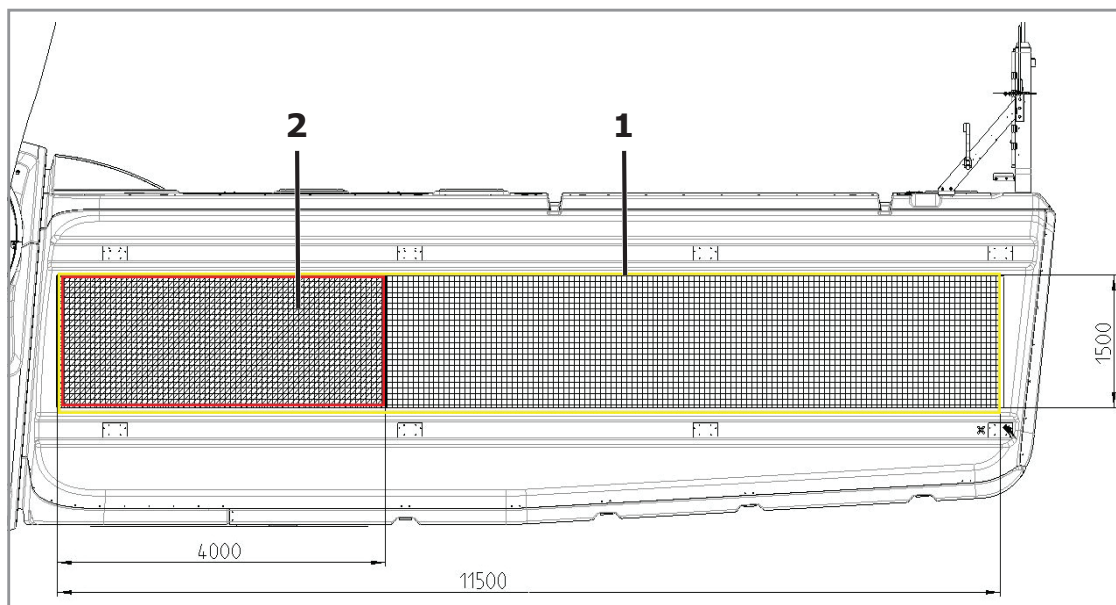
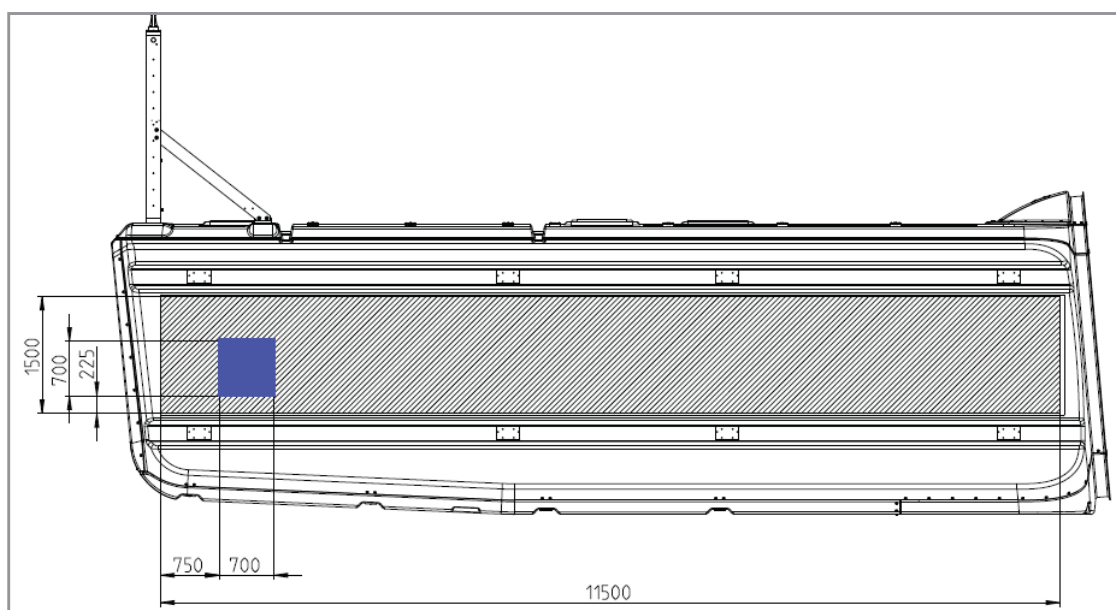

Abb. 3: Position und Größe für Kundenlogos an Delta4000-Anlagen (beidseitig)
Abb. 4: Ausgenommener Bereich für Kundenlogos bei Delta4000-Anlagen auf rechter Seite bei Bauwerkshöhe unter 150 m
- Bei Gesamtbauwerkshöhe >150 m, Gestaltungsfläche von 1500 x 4000 mm pro Maschinenhausseite, siehe Abb. 3.
- bei Gesamtbauwerkshöhe unter 150 m, Gestaltungsfläche von 1500 x 11500 mm pro Maschinenhausseite, siehe Abb. 3, mit Ausnahme für N149/5.X und N163/5.X auf rechter Seite, siehe Abb. 4.